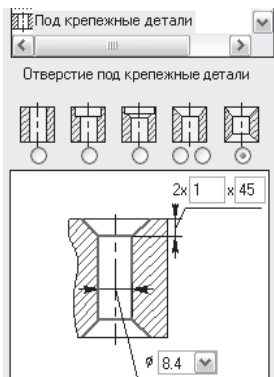

Рисунок 10.6
7. Отметьте правой кнопкой мыши верхнюю грань основания полученной модели и в появившемся контекстном меню выберите команду «Чертить на грани». Воспользовавшись командой «Узел», постройте в центре выделенной грани 2D-узел. Не выходя из режима черчения на грани, вызовите команду «Построения → 3D-узел» и создайте в том же месте узел, щёлкнув на кнопке «Завершить ввод». Завершите выполнение команды щелчком на кнопке «Выход из команды». Затем вызовите команду «Операция → Отверстие» и установите параметры отверстия согласно примеру (рис. 10.6). Далее с помощью команды «Выбрать грань, узел или круговое ребро» в автоматическом режиме укажите 3D-узел и щёлкните на кнопке